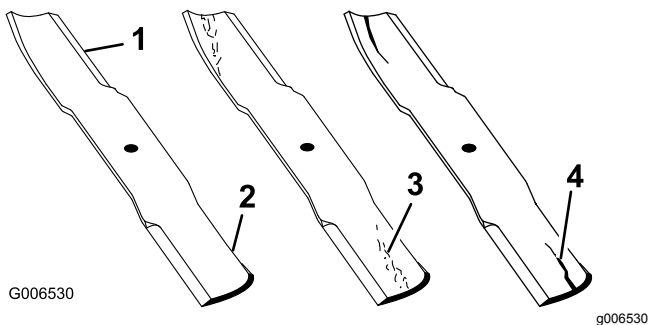

Figure 51
1. Examinez le tranchant des lames (Figure 51).
2. Inspectez les lames, surtout la partie relevée (Figure 51).
Remarque: Remplacez immédiatement toute lame endommagée, usée ou qui présente une entaille (repères 3 et 4 de la Figure 51).